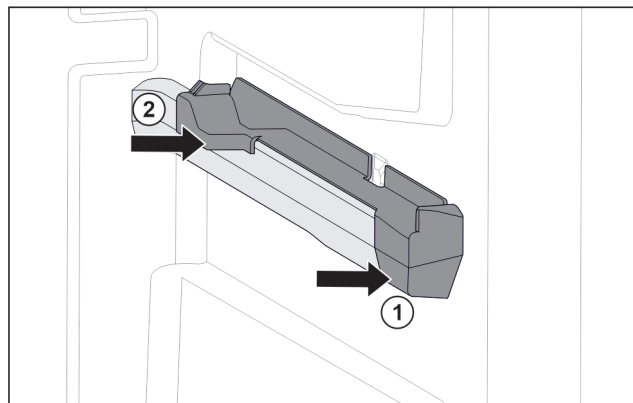

Fig. 63 Element nasadzany na prawym żebrze pojemnika
- ▶ Umieścić element nasadzany z przodu na żebrze pojemnika. Fig. 63 (1)
- ▶ Docisnąć element nasadzany z tyłu. Fig. 63 (2)